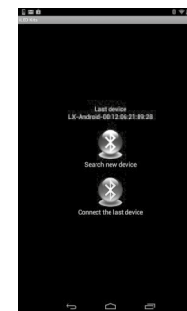

Abbildung 4
- Aktivieren Sie die Bluetooth-Funktion auf Ihrem Mobiltelefon und suchen Sie nach neuen Geräten. (Abb. 4)